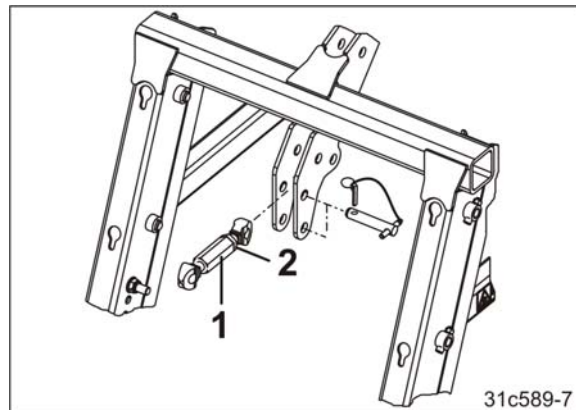

図 109
8. アッパーアーム（図 109/1）をシードドリルの上側の支持点（カテゴリー II）に差し込んでください。
10. アッパーアームの長さを調節することで、シードドリルをまっすくにしてください。アッパーアームの設定をロックナット（図 109/2）で固定してください。